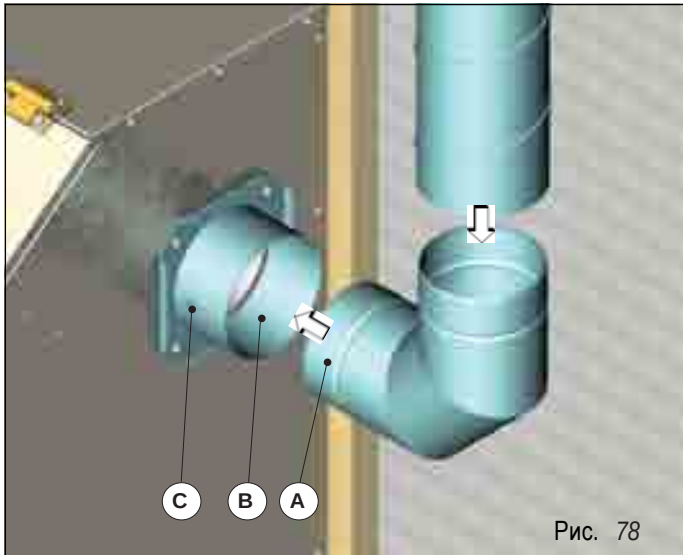
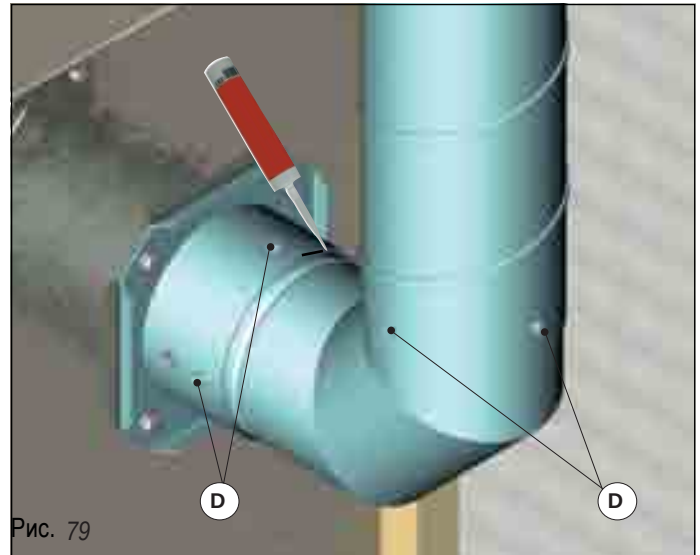

Рис. 78
Рис. 79
Вставить изгиб (А) в дымоход для отводов продуктов сгорания генератора (В), вплоть до гайки, предусмотренной для проведения анализа дымов (С), см. рис. 78. Заделать силиконовым герметиком соединение изгиба с дымоходом генератора и все другие соединения. Закрепить все соединения 4-мя саморезами (D), см. рис. 79.